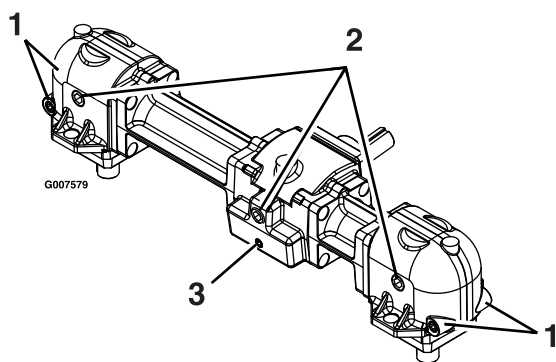

Figure 29
4. Enlevez le grand bouchon de vidange d'huile à l'avant de chacune des trois éléments du boîtier d'engrenages, et vidangez l'huile (Figure 29).